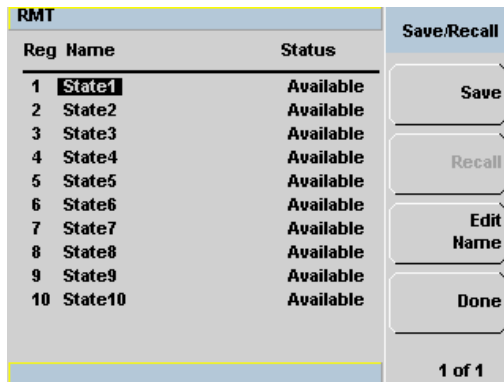

Abbildung 2-37 Bildschirm „Save/Recall“ (Speichern/Erneut aufrufen)
- 1 Drücken Sie , **Save/Recall** (Speichern/Erneut aufrufen), um den Bildschirm **Save/Recall** (Speichern/Erneut aufrufen) wie in Abbildung 2-37 dargestellt anzuzeigen.